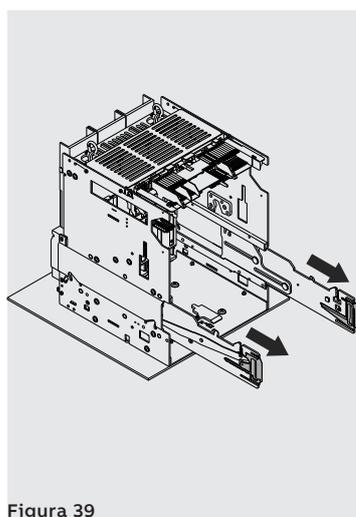

Figura 39
3. Estrarre le guide della parte fissa impugnando le apposite leve. Vedi Figura 39.